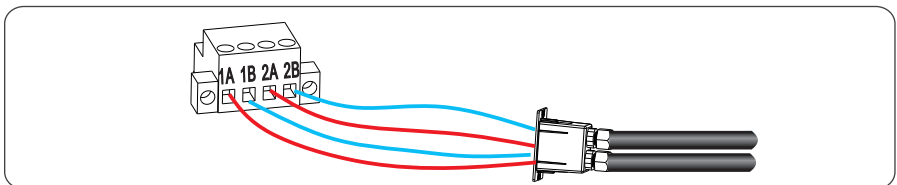

Figura 5.19 RS485 Terminal block connection
Passo 4 Conecte o sinal diferencial RS485 positivo e negativo do registrador de dados ao terminal 1A e 1B do inversor e conecte o terminal 2A e 2B do inversor ao terminal 1A e 1B de outro inversor. Figura 5.19.